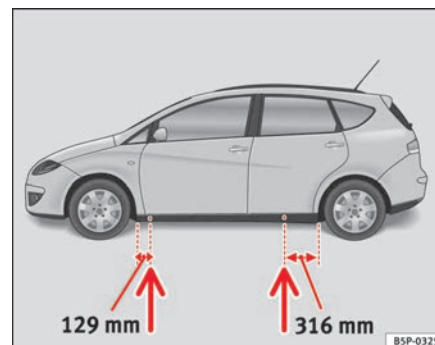

Fig. 173 Puntos de apoyo del gato
- Busque en el larguero inferior del vehículo el punto de apoyo mas cercano a la rueda pinchada ⇒ **página 261, fig. 173.**
En el larguero inferior van marcados los lugares en los que se puede apoyar el gato ⇒ **página 261, fig. 173.** Se ha previsto un lugar para cada rueda. El gato no debe colocarse en otros lugares.